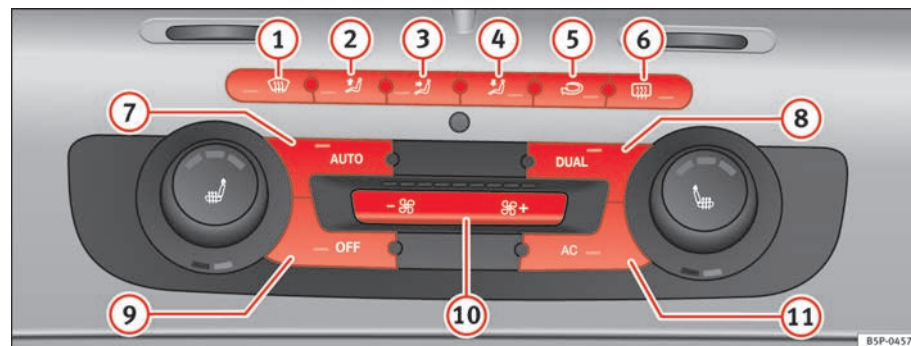

Fig. 114 Mandos del 2C-Climatronic en el tablero de instrumentos.
- Para activar el modo manual pulse una de las teclas ⇒ página 160, fig. 114 ① al ⑤, o pulse las teclas de la turbina ⑩. La función seleccionada aparecerá en el display de la radio o del navegador.
- Pulse la tecla  ⇒ página 160, fig. 114  para conectar o desconectar la recirculación de aire. Está conectada si en el display aparece el símbolo .